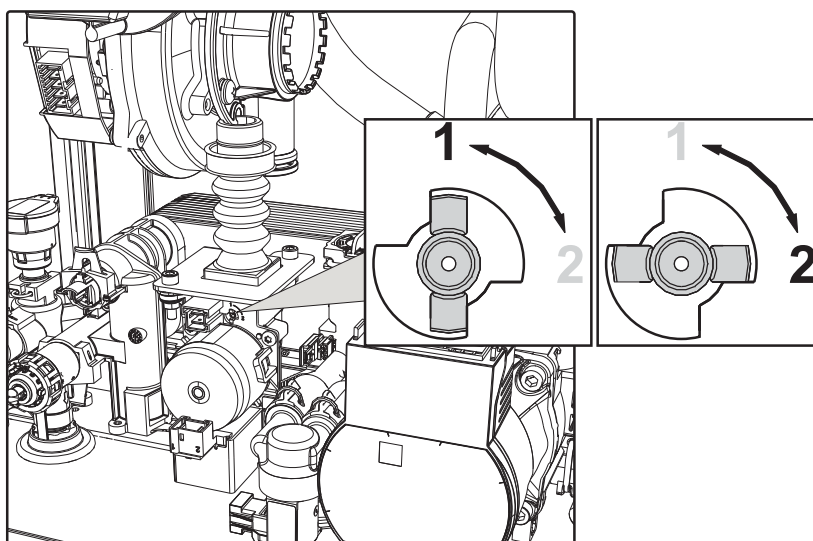

fig. 25
3. Gire el regulador (fig. 25) según la posición indicada en la tabla 7.